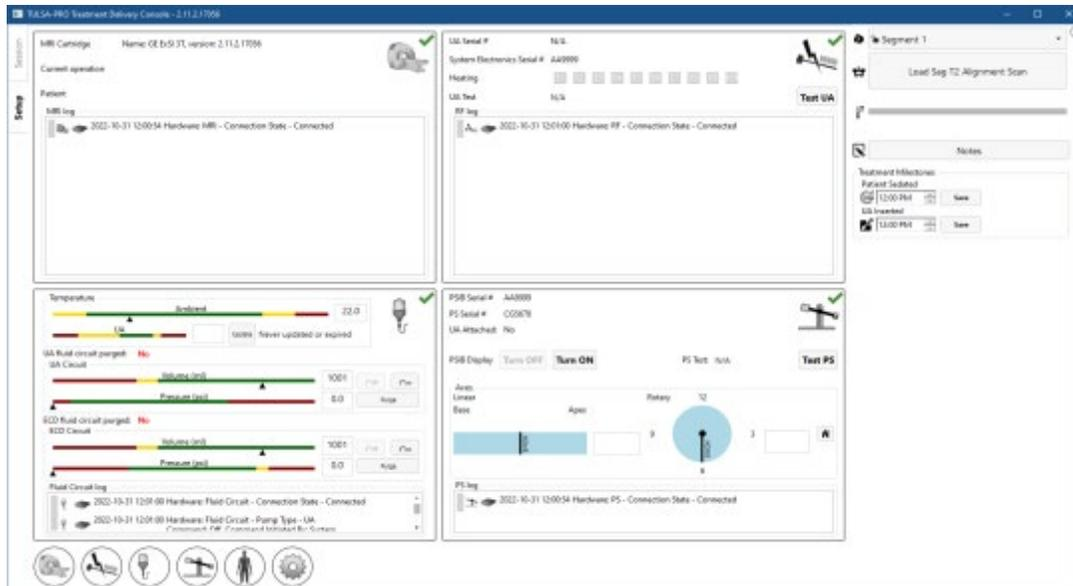

Figura 5: Espacio de trabajo de configuración del software TDC
2. Tras seleccionar **Nueva sesión**, entrará en el Espacio de trabajo de **configuración** (Figura 5), donde podrá asegurarse de que todo el equipo funciona correctamente antes de continuar. Aparecerá una marca de verificación verde en el cuadrante IRM del Espacio de trabajo de configuración si el ordenador TDC y el host de IRM pueden comunicarse entre sí y hay un paciente abierto actualmente con el protocolo de secuencia de IRM TULSA-PRO® en la consola de IRM.